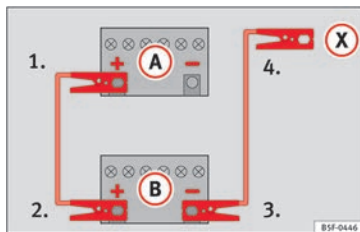

Fig. 129 Esquema de ligação para veículos sem sistema Start/Stop.
» » » **Fig. 129.**
3. Ligue a outra extremidade do cabo *vermelho* de emergência ao polo positivo (+) do veículo que fornece a corrente (B).
4. **Em veículos sem sistema Start-Stop:** ligar uma extremidade do cabo *preto* de emergência ao polo negativo (-) do veículo que fornece a corrente (B) » » » **Fig. 129.**